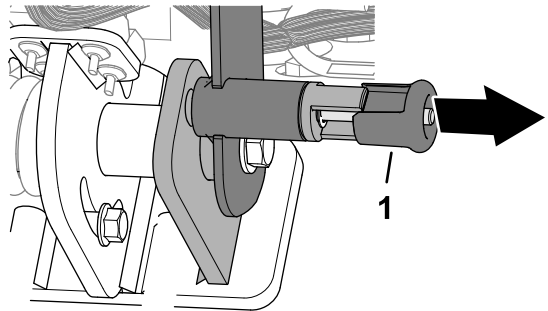

Figura 74
1. Tire del pomo del cierre del manillar (Figura 74)